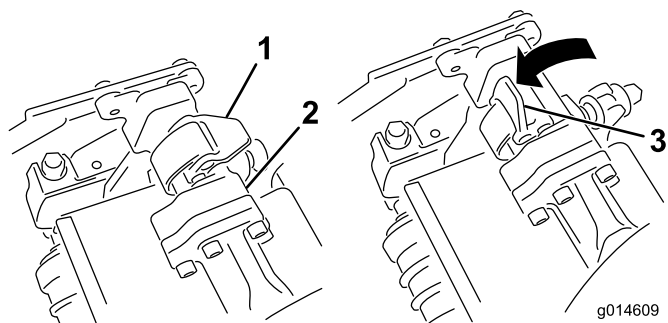

**Figura 12**
7. Para la instalación de la unidad de corte central, levante el reposapiés y gírelo hacia arriba, para tener acceso a la posición de la unidad de corte central (Figura 12).